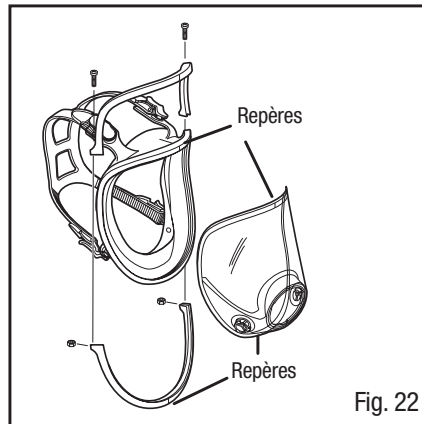

Fig. 22
4. Placer une lentille et un joint facial neufs en alignant les repères supérieurs et inférieurs. Placer la partie supérieure et inférieure du cadre en alignant les marques inférieures et supérieures (Fig. 22). Installer et bien serrer les vis. S'assurer de bien aligner les repères supérieurs et inférieurs avec tous les composants.
2. Placer la partie inférieure du cadre en alignant les repères verticaux centraux et appuyer pour fixer (Fig. 22).